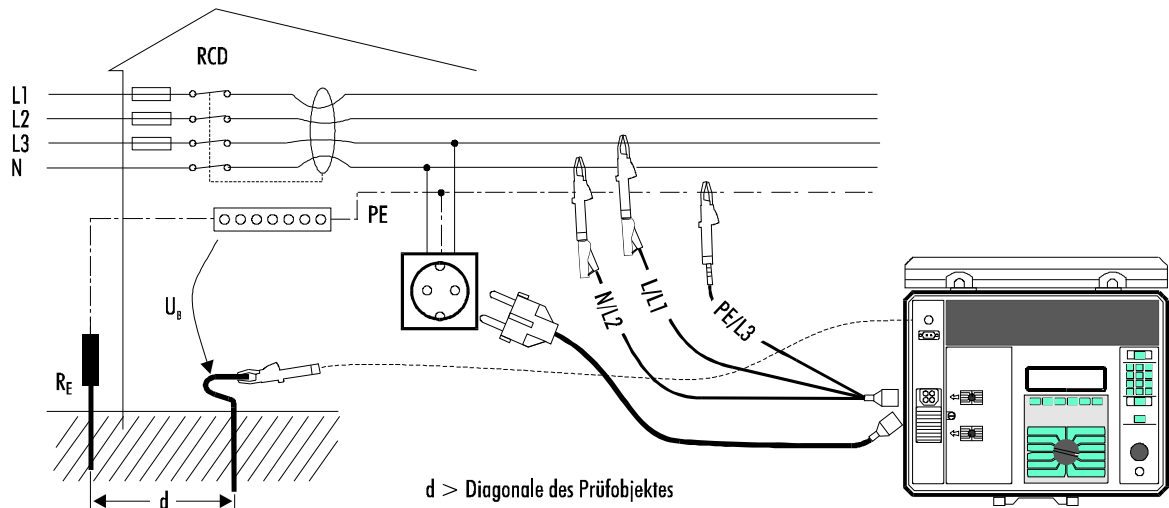

Abb.35. Testleiteranschluß
Die Messungen erfolgen entsprechend den VDE 0413 Teil 6 Vorschriften. Das FI Gerät löst während dieses Tests nicht aus, da bei der Messung nur 1/3 des Nennfehlerstromes verwendet wird, wobei das angezeigte Ergebnis auf den Nennfehlerstrom (Standard FI Typen), oder den doppelten Nennwert (selektive FI Typen) berechnet wird. Der angezeigte Wert wird gegen die Wandlererde gemessen, wenn der Anschluß „PROBE“ nicht verwendet wird oder gegen den Anschluß „PROBE“, falls dieser nicht wie in Abbildung 35 gezeigt angeschlossen wurde.
- Schließen Sie die Prüfler entsprechend Abbildung35 an.
- Schließen Sie die Prüflerter entsprechend Abbildung 35 an.